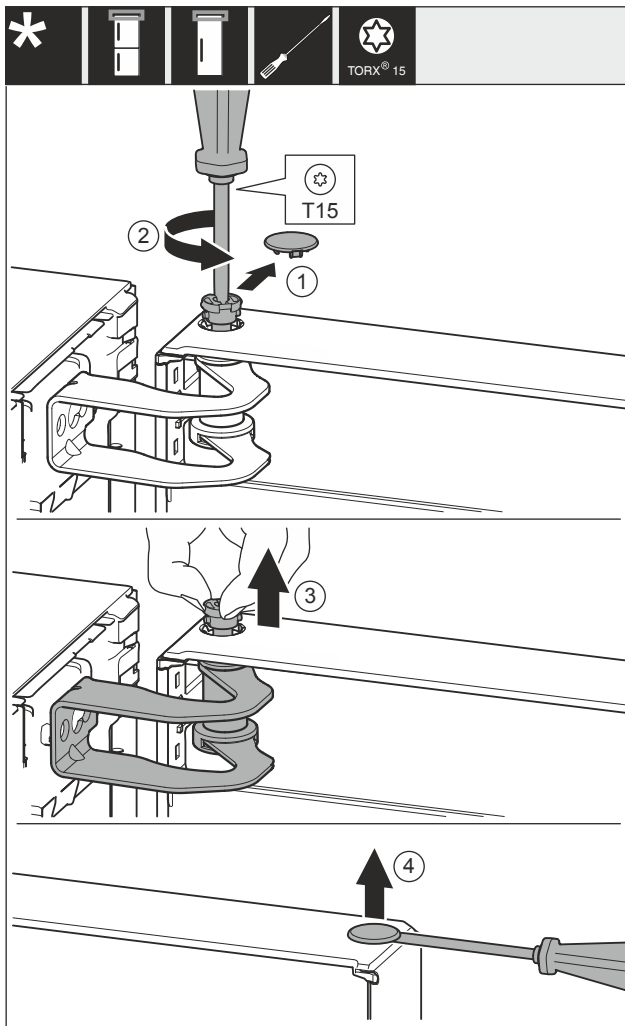

Fig. 24
- ▶ Осторожно снимите крышку Fig. 24 (1).
- ▶ Немного выкрутите палец Fig. 24 (2) отверткой.
- ▶ Вручную вытяните палец Fig. 24 (3).
- ▶ Осторожно приподнимите крышку Fig. 24 (4) отверткой и снимите ее.